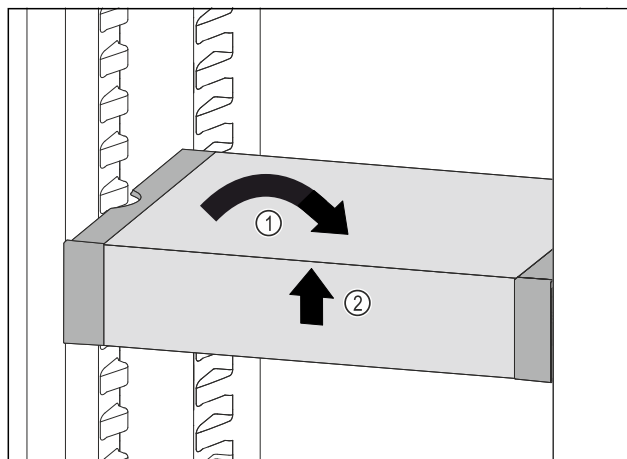

Fig. 191
- Poziționați drept VarioSafe. Fig. 191 (1)
- Ridicați în față VarioSafe. Fig. 191 (2)